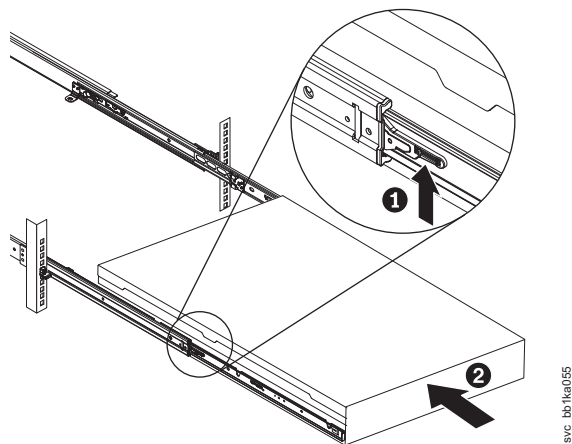

Figura 173. Levantando as Alavancas de Travamento dos Trilhos Deslizantes do Rack
9. Levante as alavancas de travamento (**1** em Figura 173 na página 212) nos trilhos deslizantes e empurre o servidor **2** completamente no rack até que ele encaixe.